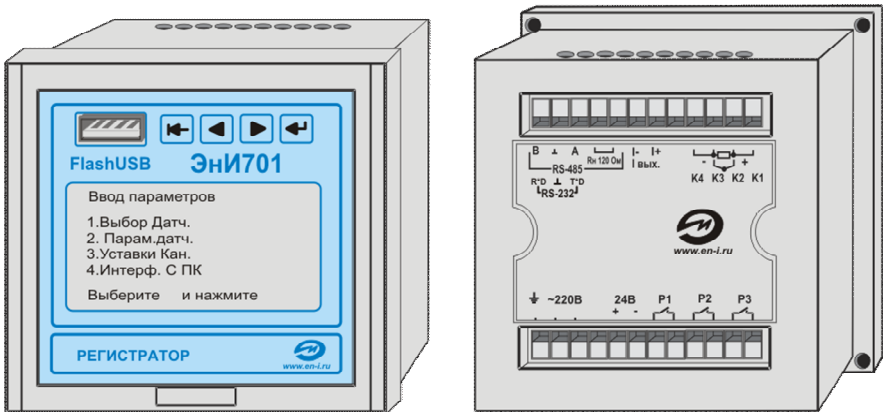

Рис.2
4.2 Внешний вид регистратора варианта исполнения -DIN изображен на рис. 1, варианта исполнения -01 - на рис. 2.